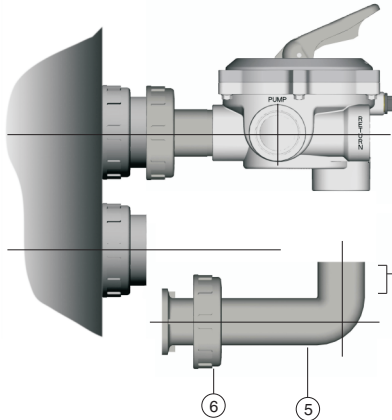

Fig. 3
2. Collegare la valvola all'imboccatura superiore del filtro, avvitando leggermente la flangia (2) in modo che la valvola possa ruotare. Assicurarsi di aver collocato l'O-Ring (4) nel suo alloggiamento prima di avvitare la flangia (2).
3. Si provvederà ad allineare la valvola con le uscite del filtro montando il gomito (5) e la flangia (6) (vedi fig. 3) serrare incollarle.
3. Ventil mit den Filteranschlüssen auf Linie bringen und das Knie (5) mit der Mutter (6) befestigen, gem. Abb. 3, jedoch noch nicht verkleben.